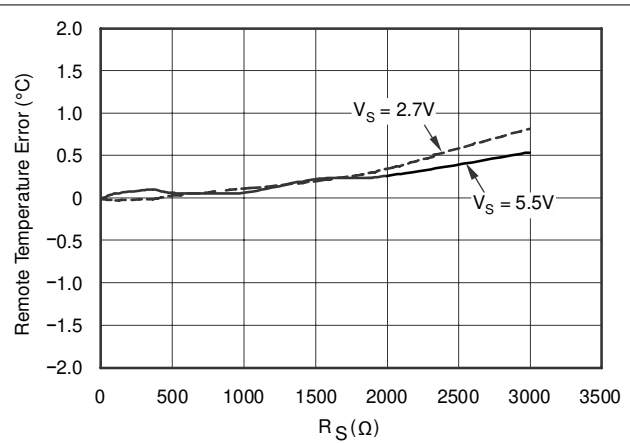
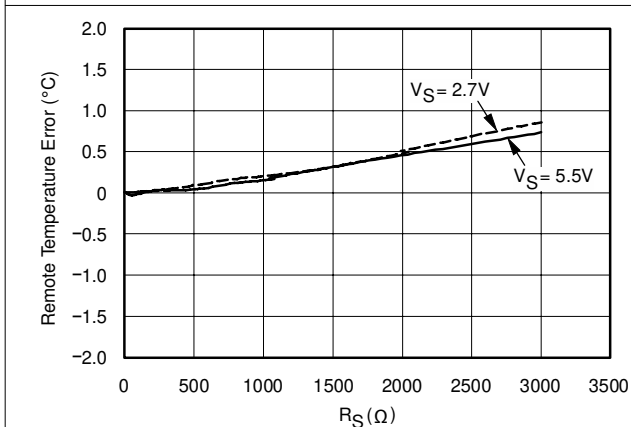

図 7-4. リモート温度誤差と直列抵抗との関係 (ダイオード接続トランジスタ、2N3906 PNP)
図 7-5. リモート温度誤差と直列抵抗の関係 (GND コレクタ接続トランジスタ、2N3906 PNP)
- ほとんどのアプリケーションでは、 $C_{DIFF}$  (オプション) は  $<1000\text{pF}$  でなければなりません。 $C_{DIFF}$  の選択は、アプリケーションによって異なります。「フィルタリング」セクションと 図 7-5 を参照してください。
直列抵抗と電源電圧が、検出されたリモート温度誤差に及ぼす影響の詳細については、図 7-4 と 図 7-5 を参照してください。